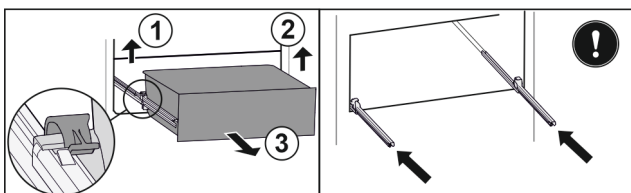

Fig. 80
- Linke Klemme anheben und gleichzeitig Schubfach links nach vorne ziehen. Fig. 80 (1)
- Rechte Klemme anheben und gleichzeitig Schubfach rechts nach vorne ziehen. Fig. 80 (2)
- Schubfach nach vorne entnehmen. Fig. 80 (3)